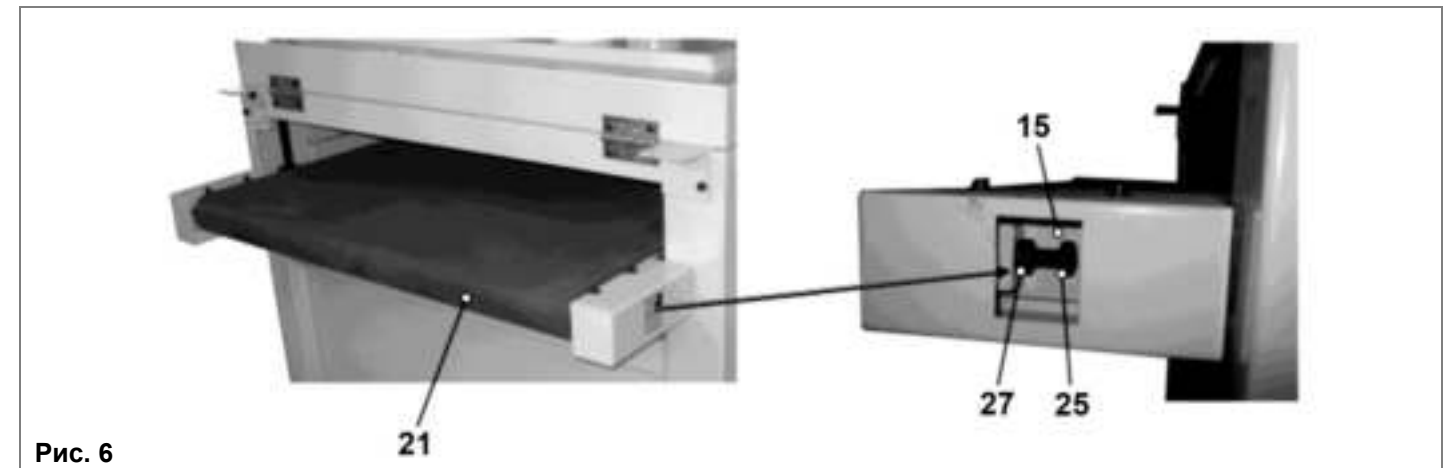

Рис. 6
предварительно ослабив гайку (27), Рис.6. Станок гачным ключом не комплектуется.
10.1.4. Регулировка смещения транспортной ленты (21) осуществляется путем увеличения или уменьшения её натяжения регулировочными болтами (25). Например, при смещении вправо натяните левую сторону или ослабьте правую. Излишне сильное натяжение транспортной ленты (21) может привести к поломке, Рис.6.